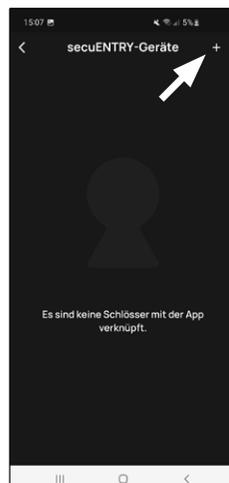

Fig. 2
- 2 O aplicativo mostra uma listagem das fechaduras já registradas (fechadura motorizada ou cilindro). Durante a configuração inicial, ele está vazio. Para configurar uma nova fechadura, toque no "+" no canto superior direito (fig. 2).